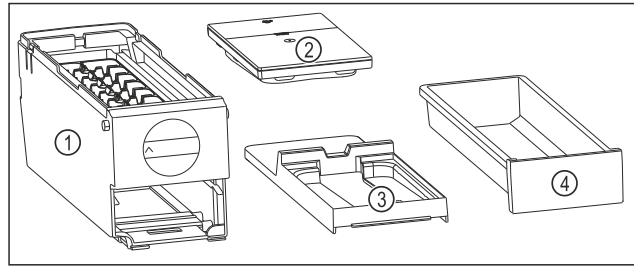

Fig. 93 Компоненти EasyTwist-Ice
- EasyTwist-Ice складається з чотирьох частин. (див. Fig. 93)
- Розбирайте EasyTwist-Ice тільки на зображені компоненти. (див. Fig. 93)
- Очистіть корпус EasyTwist-Ice Fig. 93 (1) без розбирання.